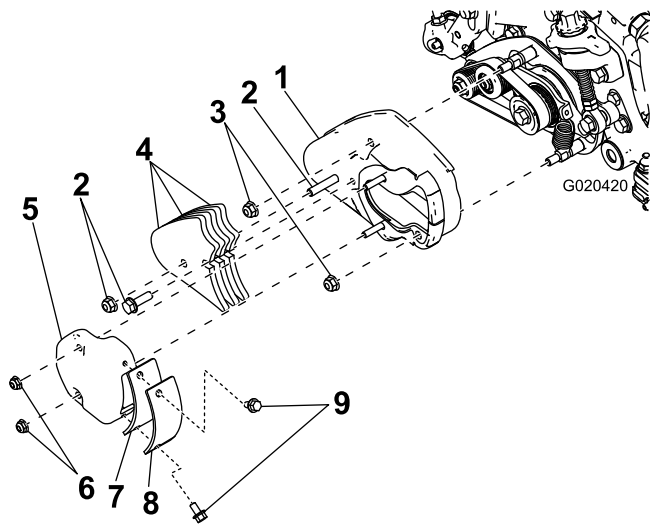

Bild 2
- Entfernen Sie die zwei Bundmutter, mit denen die Groomerzugangsabdeckung an der Groomerabdeckung befestigt ist, und legen sie zur Seite (Bild 2).
- Entfernen Sie die zwei Bundbolzen, mit denen die Groomerabdeckplatte und Dichtung an der Abdeckplatte des Groomer befestigt sind (Bild 2).
5. Entfernen Sie die zwei Schrauben, mit denen die Groomergewichte an der Groomerabdeckung befestigt sind, und werfen sie weg (Bild 2).